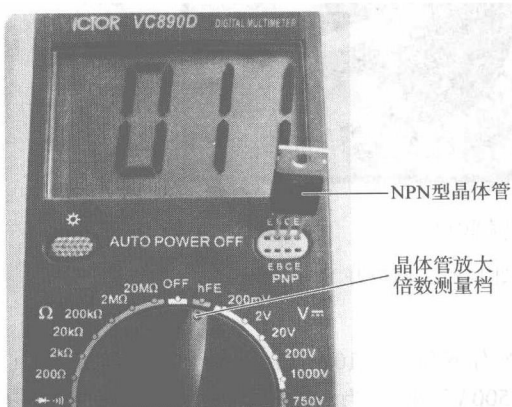

图 1-9 晶体管放大倍数的检测技巧
2) 测量。确认上述操作完成后, 在数字显示稳定后的数字就是该 PNP 管的放大倍数。如显示屏上显示的数字为 011, 则表明被测晶体管的放大倍数为 11, 检测技巧如图 1-9 所示。